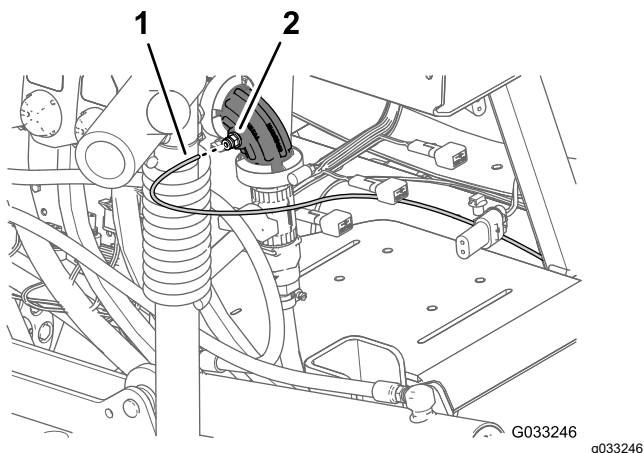
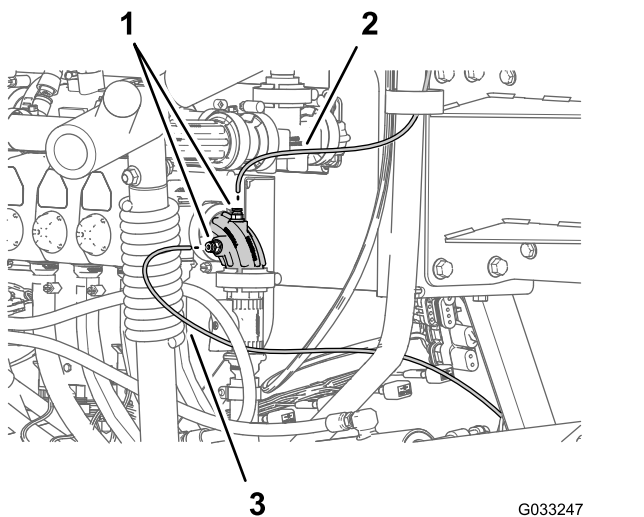

Рисунок 121
Рисунок 122
1. Подсоедините конец трубки датчика давления (пластиковой) для манометра на приборной панели к запорному кольцу соединительной муфты (Рисунок 121 и Рисунок 122).
2. Вставьте трубку датчика давления в запорное кольцо до полной посадки трубки (Рисунок 121 и Рисунок 122).